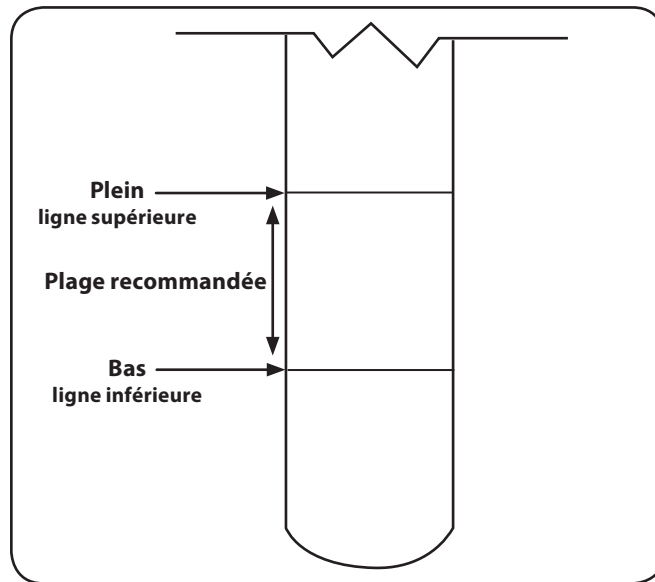

Figure 6-2
1. Retirez la jauge d'huile et vérifiez le niveau d'huile. Voir Figure 6-2.
- Retirez le bouchon / la jauge d'huile et ajoutez LENTEMENT l'huile dans l'orifice de remplissage. Ajoutez de l'huile jusqu'à ce que le niveau d'huile atteigne la ligne supérieure de la jauge d'huile. Voir Figure 6-2.